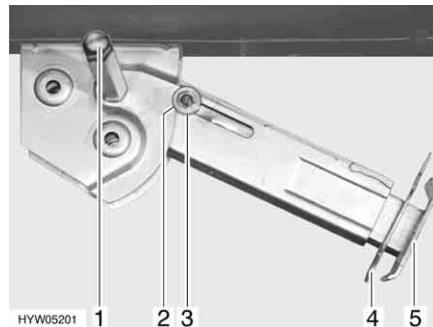

Fig. 48 Apoio de elevação
- Encaixe a chave de caixa na peça sextavada (Fig. 48,1) e gire, até o apoio de elevação ficar verticalmente voltado para baixo.
- Retire o contrapino (Fig. 48,4) da peça de prolongamento do pé de apoio (Fig. 48,5).
- Encaixe a chave de caixa na peça sextavada (Fig. 48,1) e gire, até o apoio de elevação deixar de estar apoiado no chão.
- Empurre completamente para dentro a peça de prolongamento do pé de apoio (Fig. 48,5) e encaixe o contrapino (Fig. 48,4) no orifício previsto para ele na peça de prolongamento do pé de apoio.
- Com uma chave de caixa, gire a peça sextavada (Fig. 48,1), até o apoio de elevação ter sido completamente deslocado para cima e a anilha de guia (Fig. 48,3) tenha entrado completamente no entalhe (Fig. 48,2).